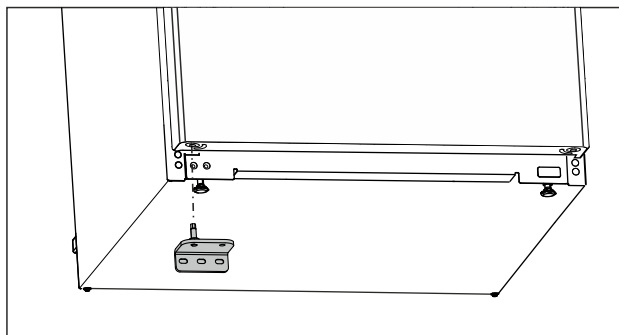

Fig. 20
- Indsæt det nederste hængsel på den modsatte side. (se Fig. 20)